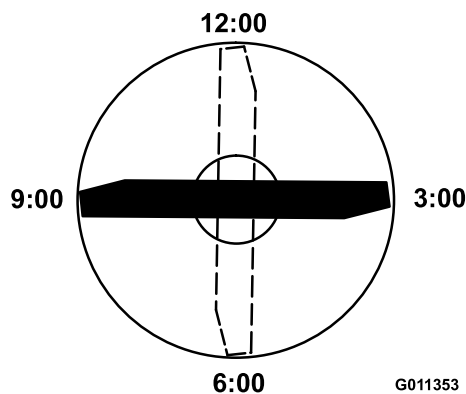

Figure 72
4. Positionnez le tranchant de l'extrémité marquée à la position 12 heures (droit devant dans la direction de la tonte) (Figure 72) et mesurez la hauteur de la surface plane au tranchant de la lame.
5. Tournez l'extrémité marquée de la lame aux positions 3 et 9 heures (Figure 72) et mesurez les hauteurs respectives.